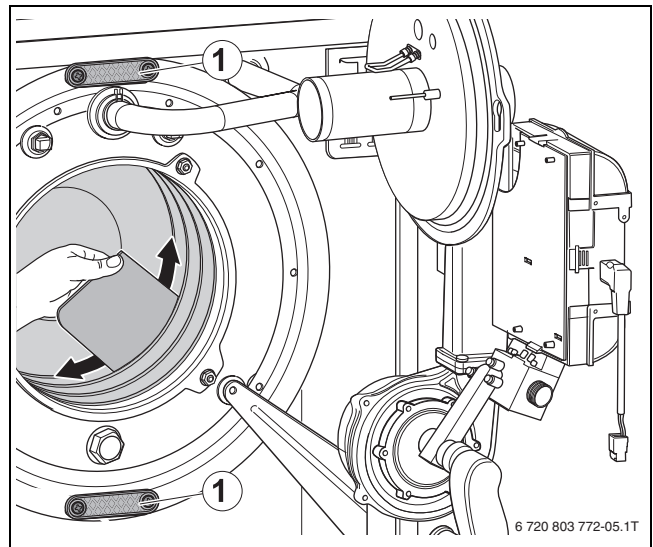
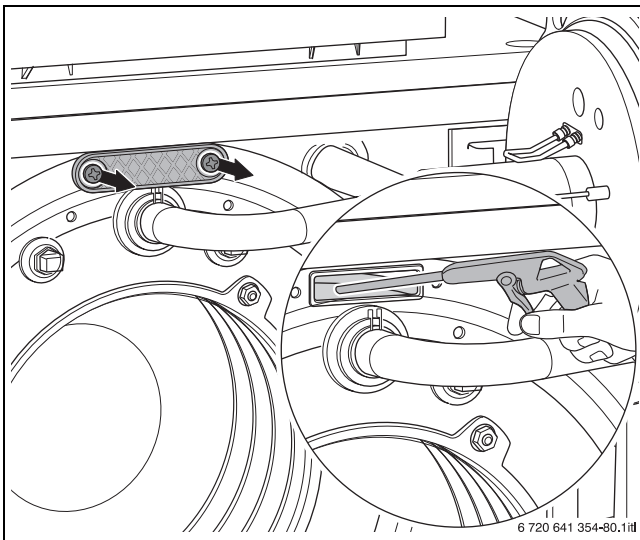

Fig. 52 Limpiar la hendidura de gas de calentamiento con una espátula de limpieza
Fig. 53 Limpiar el intercambiador de calor con una lanza de pulverización
- ▶ Retirar la tapa de limpieza (→ fig. 52, [1] y fig. 53).
- ▶ Aclarar las partículas sueltas con agua (p. ej. lanza de pulverización) de la cámara de combustión y el revestimiento de gas de escape (→ fig. 53).
- ▶ Limpiar la hendidura de gas de calefacción con una espátula de limpieza ( $\rightarrow$  fig. 52).